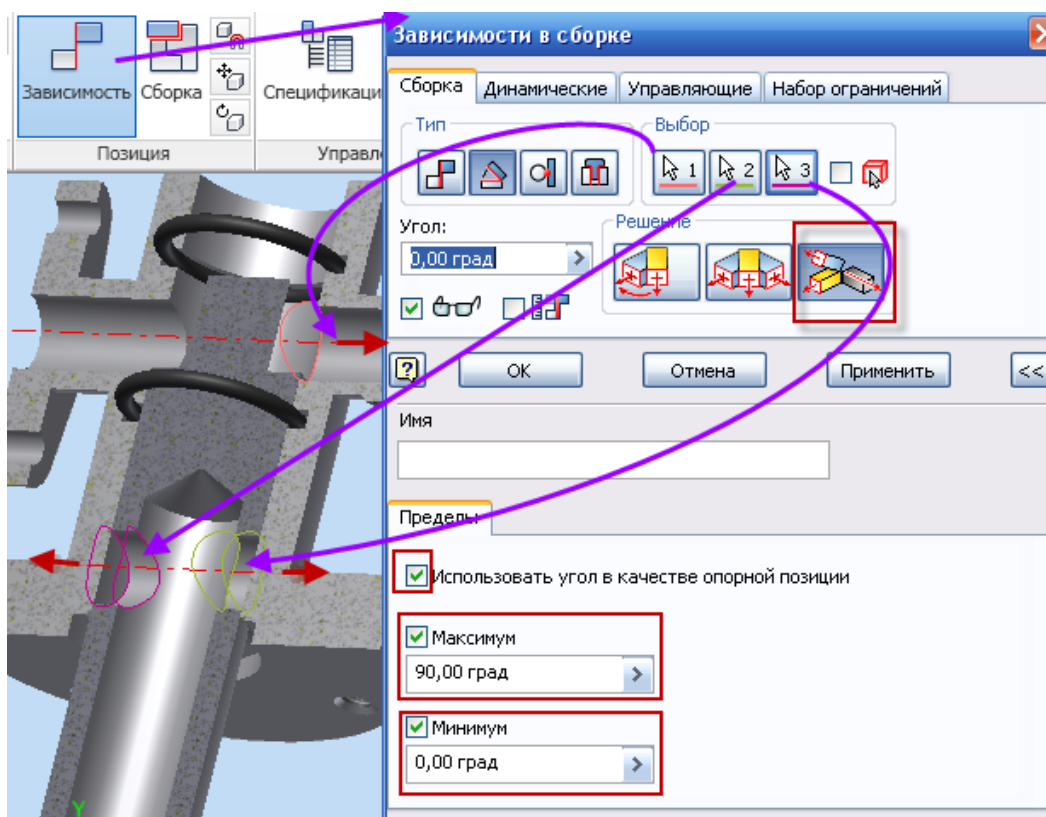

Рис. 3.69. Наложение угловой зависимости
- В диалоговом окне **Зависимость в сборке** выберите в поле тип →  **Угол** → в поле **Решение** →  **(Точный опорный вектор)** (рис. 3.69).
- В поле **Пределы** установите галочки, как показано на рис. 3.69, при этом в окне максимум установите – **90 град** (поворот пробки на 90 град. относительно оси), минимум – 0,00 град.